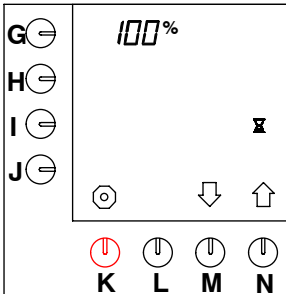

Fig. 35 Tiempo de pausa: 100 %
- Mantenga apretada la tecla de programación (N.)↑ hasta que en el display aparezca fig. 35.